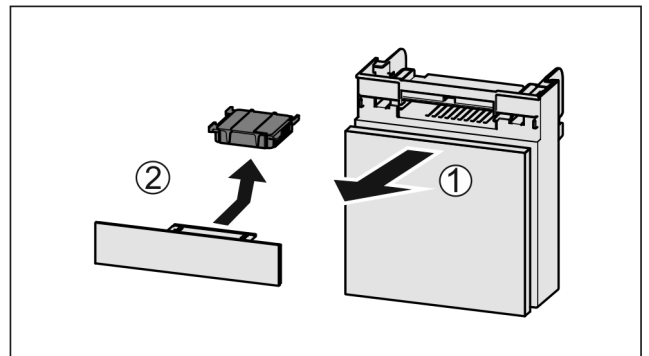

Fig. 164
- Lade vanaf de voorkant eruit trekken Fig. 164 (1).
- Actiefkoolfilter verwijderen Fig. 164 (2).